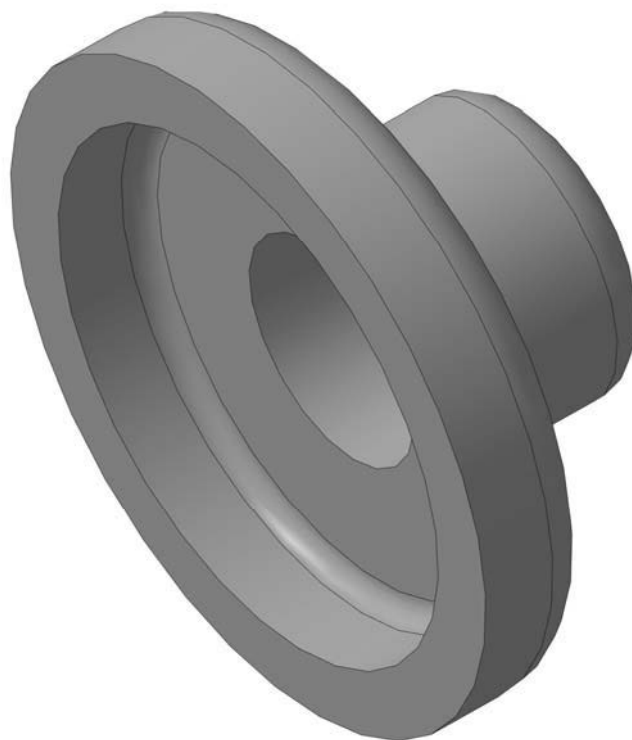

Рисунок 34 – Крышка редуктора
- 6 Создать крышку редуктора (рисунок 34).